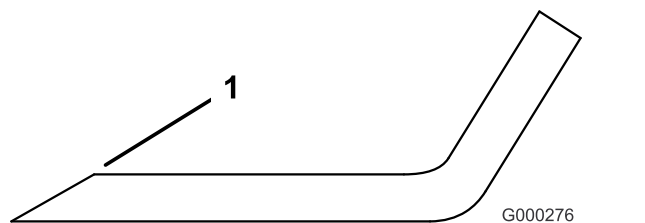

Figure 111
- Examinez les tranchants de toutes les lames et affûtez-les s'ils sont émoussés ou ébréchés. N'affûtez que le haut du tranchant et conservez l'angle de coupe d'origine pour obtenir une coupe nette (Figure 111). Limez la même quantité de métal sur chacun des deux tranchants pour ne pas déséquilibrer la lame.